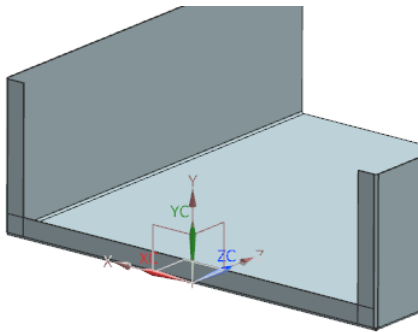

图 6-68 创建弯边特征
- (7) 在“弯边”对话框中，单击 **确定** 按钮，创建弯边特征，如图 6-68 所示。